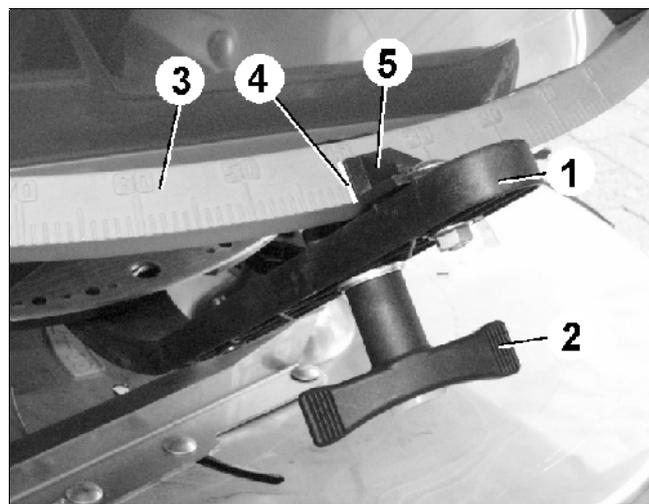

Fig. 100
- Indstillingen af gødningsmængden foretages så ved hjælp af håndgrebene og følger oplysningerne i spredetabellen. (Fig. 100/1).
- Vingemøtrikken (Fig. 100/2) løsnes
- Find den nødvendige indstilling af spjældene (Fig. 100/3) på skalaen.
- Håndgrebets aflæsningskant (Fig. 100/4 (Fig. 100/5) indstilles i henhold til skalaen.
- Vingemøtrikken (Fig. 100/2) spændes atter.